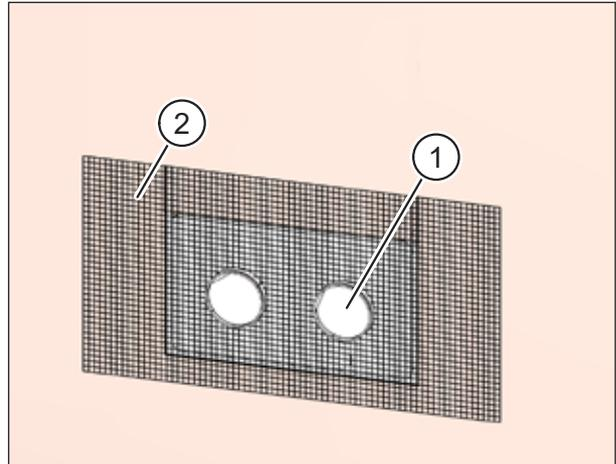
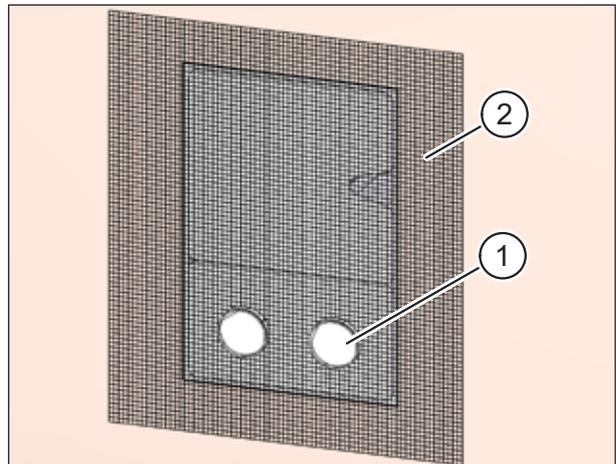

Abb. 36: Montageset **ohne** Füllstück einputzen
Abb. 37: Montageset **mit** Füllstück einputzen
- ▶ Setzen Sie die Putzschutzhülsen (Pos. 1 in Abb. 36 und Abb. 37) ein. Sie sollen soweit über die Wand herausragen, dass sie mit dem späteren Putzauftrag bündig abschließen. Die Putzschutzhülsen bilden die Beiputzfläche für den Außenputz.
- ▶ Bringen Sie das Putzgewebe (Pos. 2 in Abb. 36 und Abb. 37) außen auf den Mauerkasten, Außenwand bzw. Fassadendämmung an.